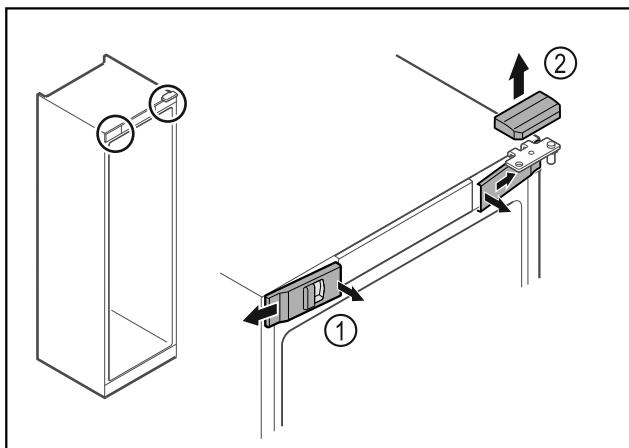

Fig. 7 \*
- Nxirrni nga foleja kapakët mbulues të përparmë Fig. 7 (1) në pjesën e brendshme dhe hiqini nga anash.\*
- Hiqni kapakun mbulues të sipërm Fig. 7 (2) duke e ngritur lart.\*